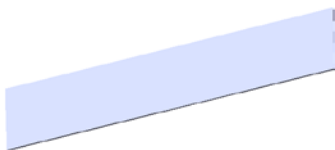
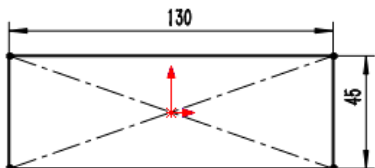

图 11.2.2 基体一法兰 1
图 11.2.3 横断面草图
- Step2. 创建图 11.2.2 所示的钣金基础特征——基体—法兰 1。
(1) 选择命令。选择下拉菜单 **插入(I)** → **钣金(H)** → **基体法兰(A)...** 命令(或单击“钣金”工具栏上的“基体法兰/薄片”按钮)。
(2) 定义特征的横断面草图。选取前视基准面作为草图基准面,在草图环境中绘制图 11.2.3 所示的横断面草图。
(3) 定义钣金参数属性。
① 定义钣金参数。在 **钣金参数(S)** 区域的文本框  中输入厚度 0.5。
② 定义钣金折弯系数。在 **折弯系数(A)** 区域的下拉列表中选择 **K 因子** 选项,把文本框 **K** 的因子系数改为 0.4。
③ 定义钣金自动切释放槽类型。在 **自动切释放槽(T)** 区域的下拉列表中选择 **矩形** 选项,选中 **使用释放槽比例(A)** 复选框,在 **比例(T):** 文本框中输入比例系数 0.5。
(4) 单击  按钮,完成基体一法兰 1 的创作。